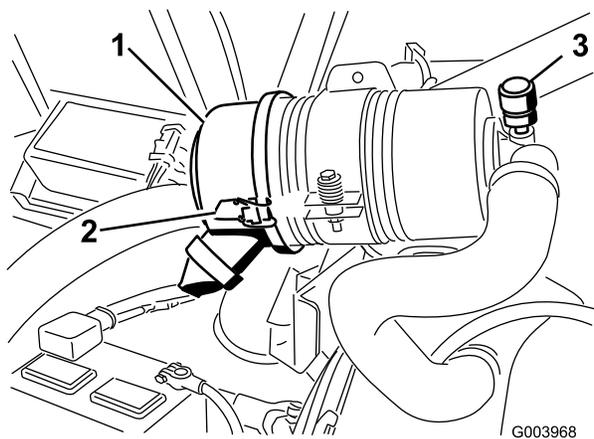

図 50
エアクリーナの整備はインジケータ図 50が赤色になってから行ってください。早めに整備を行っても意味がありません。むしろフィルタを外したときにエンジン内部に異物を入れてしまう危険が大きくなります。
1. エアクリーナのカバーをボディーに固定しているラッチを外す(図 50)。